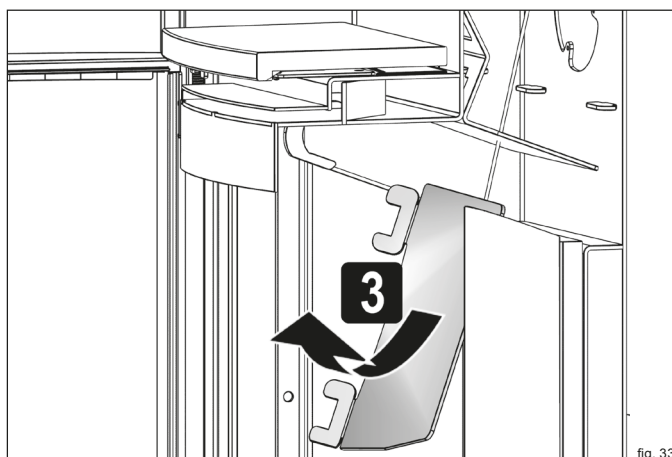

fig. 33
- ▶ Rimuovere il deflettore attraverso l'apertura posteriore (fig. 33).